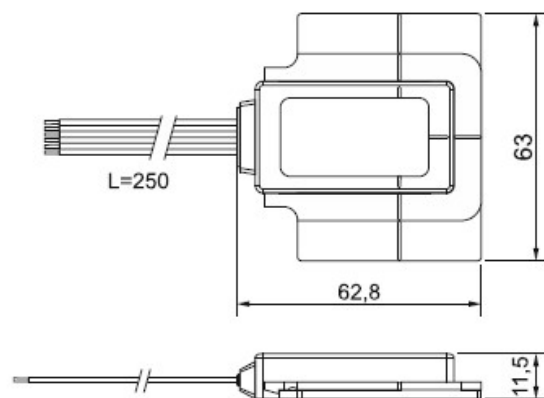
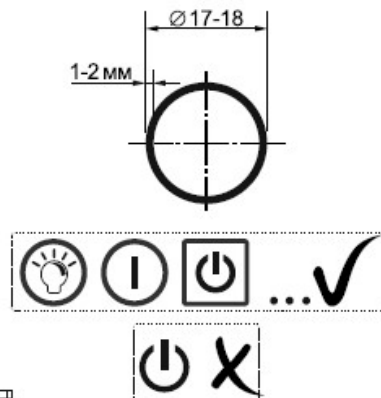
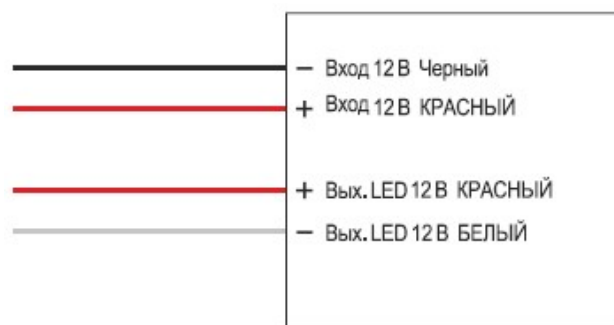

Рис. 1
Рис.2
Рис.3
- Размеры сенсорного выключателя указаны на Рис. 1. Размеры сенсорной кнопки указаны на Рис.2. Назначение и полярность контактов сенсорного выключателя указаны на Рис. 3.
- Снимите отражающий слой с задней стенки зеркала на месте установки сенсора. Рекомендуемые размеры и варианты рисунков указаны на Рис. 2. Рисунок может иметь как форму окружности, так и прямоугольную форму. **ВНИМАНИЕ!** внешний контур рисунка должен быть замкнут! Разомкнутый контур рисунка не допускается.